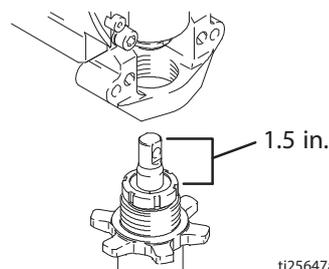

Fig. 18
1. Fig. 18. Tirez la tige de piston de 3,8 cm (1,5 po.). Vissez la pompe jusqu'à ce que les orifices des liaisons du palier et de la tige de piston soient alignés.